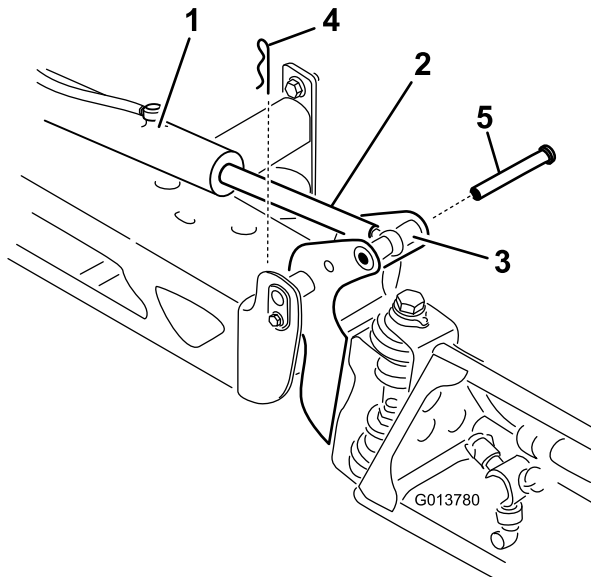

Figure 103
2. Retirez la goupille fendue de l'axe de pivotement (Figure 103).
3. Élevez la rampe et retirez l'axe (Figure 103), puis abaissez lentement la rampe au sol.
9. Tout en maintenant la rampe, insérez l'axe dans le pivot de rampe et la tige de vérin (Figure 103).